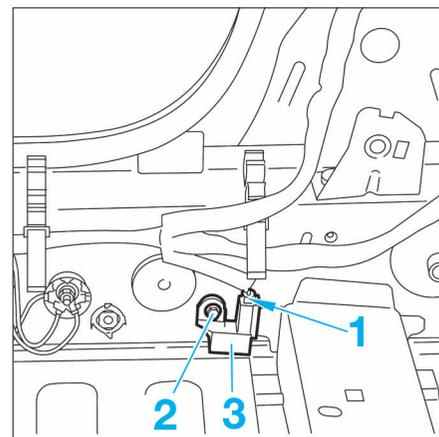

FIG. 10
- Débrancher le connecteur (1) (Fig.10).
- Déposer la vis de fixation (2) puis le capteur (3).